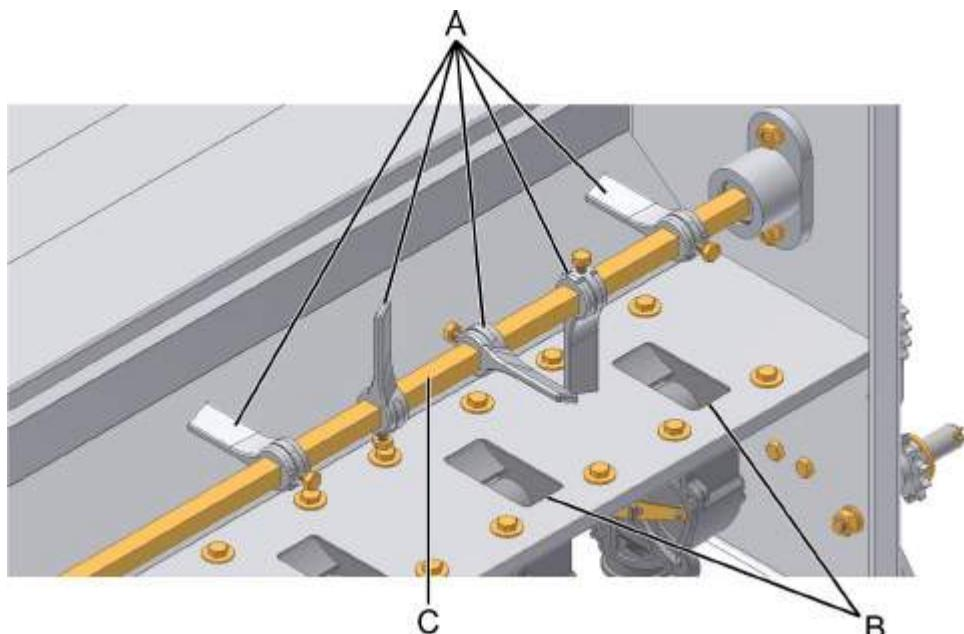
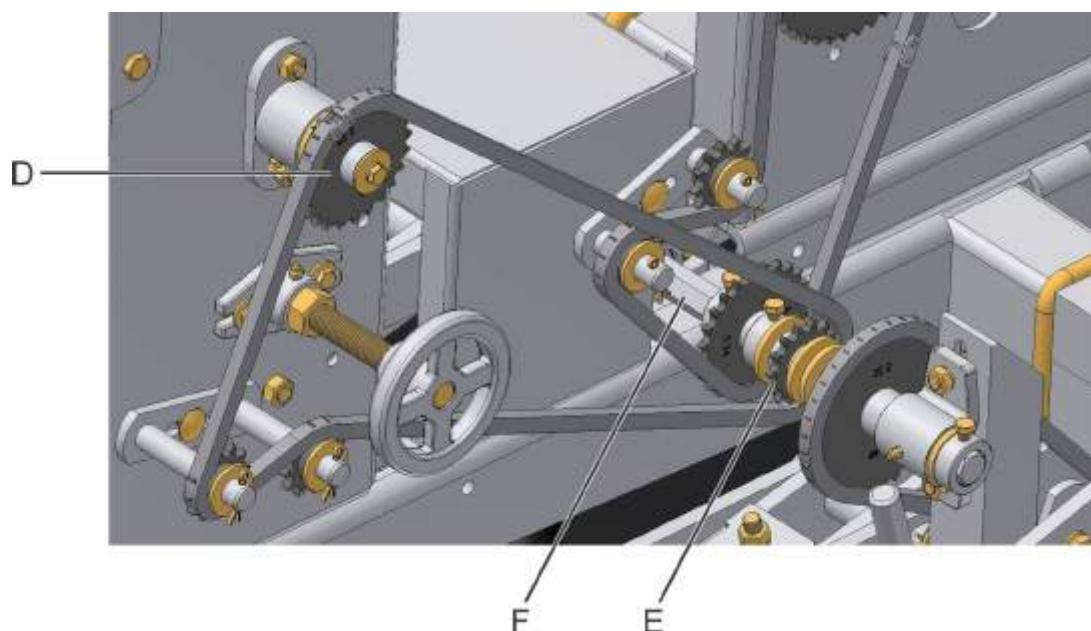

fig. 18
fig. 19
Com o objetivo de movimentar as sementes de trigo, e favorecer o deslocamento até o rotor, mantenha os mexedores (A) (fig. 18) na posição de montagem o mais próximo possível da janela de abertura do rotor (B), mantendo-os na posição de montagem à 90º conforme montagem na (fig. 18).
A transmissão do eixo (C) (fig. 18) é realizada pelas rodas dentadas (D) e (E) (fig. 19), acionadas pelo eixo da transmissão (F).